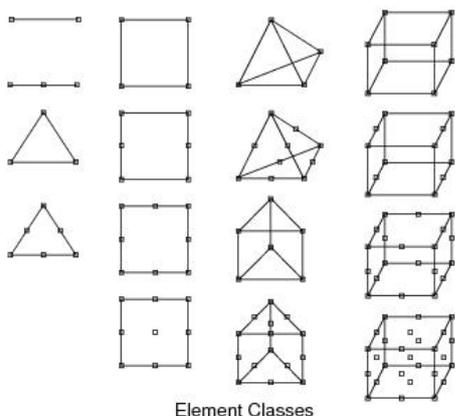

图 3-15 Mentat 支持的单元几何拓扑类型示意图
**Add:** 添加单元。单元几何拓扑类型通过下拉菜单选择。默认为四节点四边形单元。在 Marc 软件中，单元具有两种类型的属性：由几何形状表征的单元几何拓扑类别（Element Class）和按分析问题类型与数值积分方案区分的单元类型（Element Type）。在未明确指明单元类型以前，单元仅具有几何形状上的差异。例如，在几何形状上同是四节点的单元，与之对应的单元类型可以是平面应力/平面应变单元、三维板壳单元或轴对称实体单元等。仅就单元的几何形状来讲，Mentat 支持如表 3-5 所示的单元形式，各单元类型的几何拓扑示意图如图 3-15 所示。